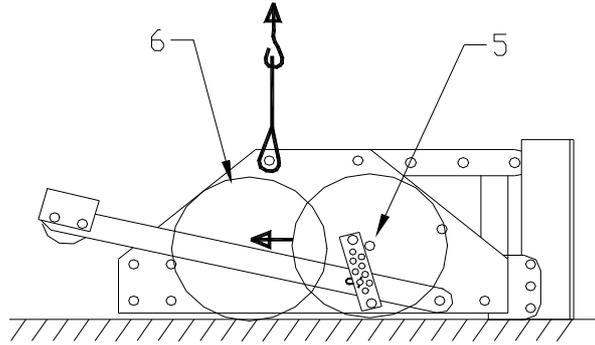

Fig. 2.
4. Coloque la máquina horizontal sobre un suelo plano, tal como se indica en la Fig.2.